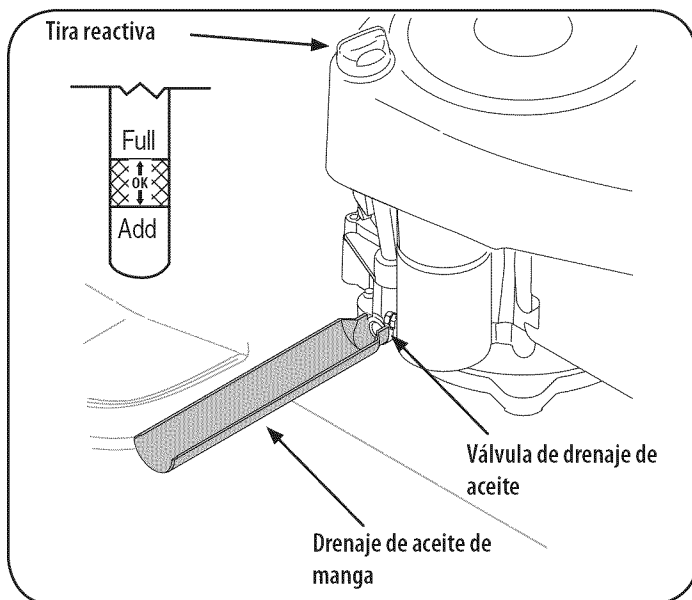

Figura 10
2. Retire la tapa de llenado de aceite / varilla medidora del tubo de llenado de aceite. Ver Figura 10.